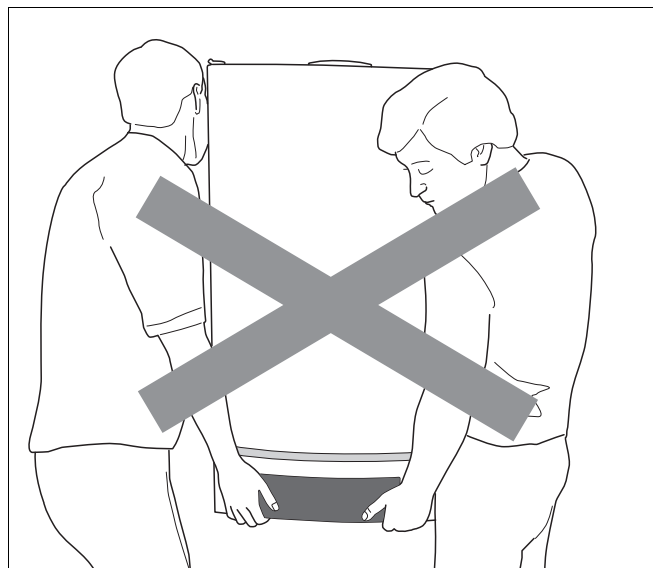

Bild 3 Lyfta och bära värmepannan felaktigt
- Lyft och bär inte värmepannan i luckan till manöverpanelen (bild 3).
- Lyft och bär inte värmepannan i luckan till manöverpanelen (bild 3, sidan 12).